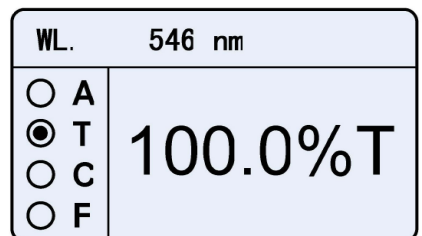

Fig. 4-4
1) Pulse **MODE** para seleccionar el modo de «T» (Fig. 4-4).